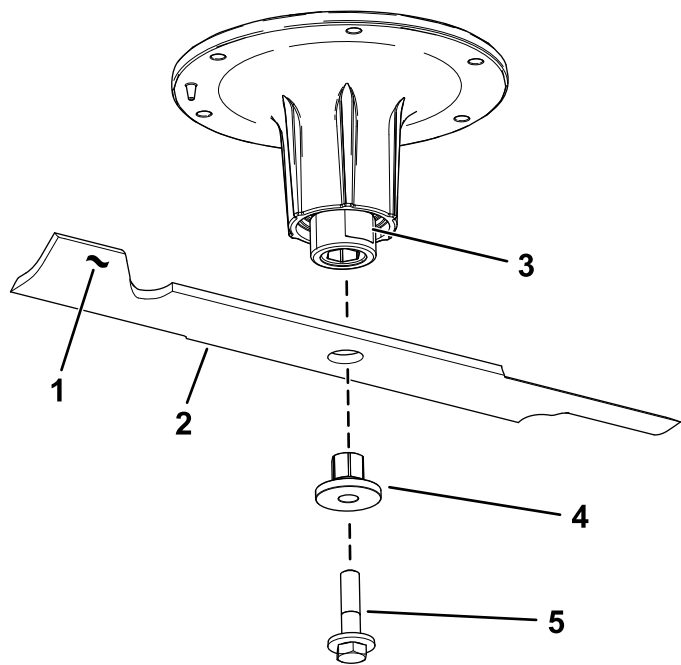

Figure 102
2. Retirez le boulon, la douille et la lame de l'axe de pivot (Figure 102).